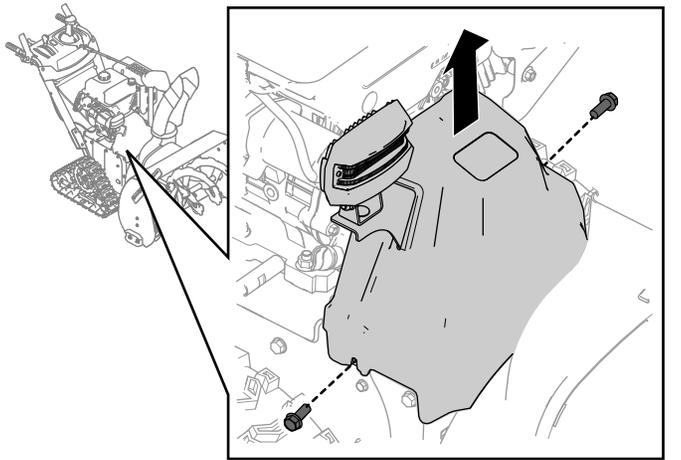

Bild 30
1. Entfernen Sie die beiden Schrauben, die die Riemenabdeckung halten (**Bild 30**).
2. Entfernen Sie die Riemenabdeckung (**Bild 30**).